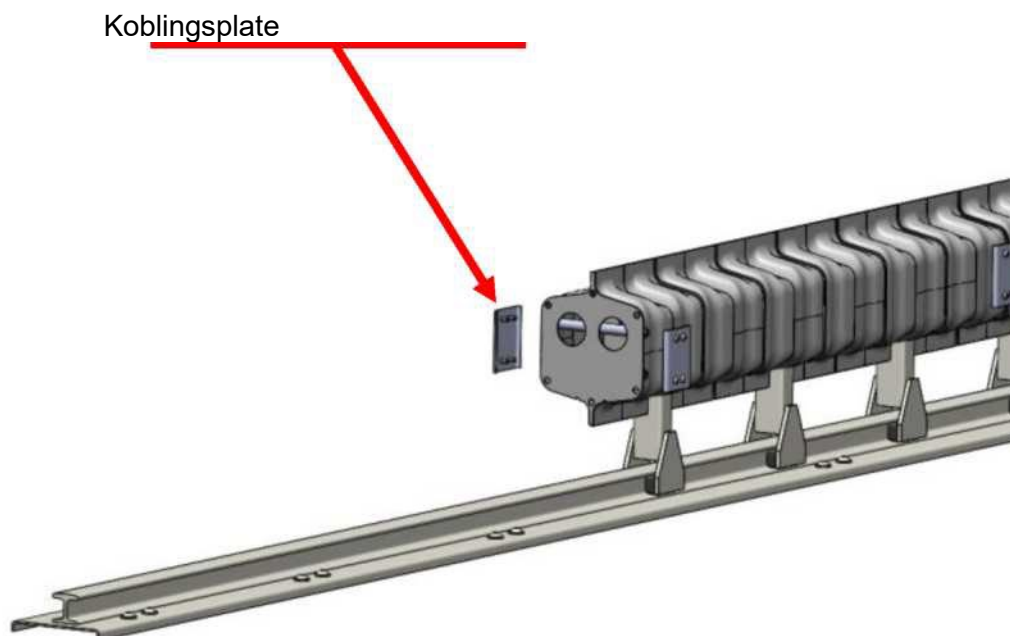

Fig. 24: Prosedyre for å fjerne modulblokk
4. Skru løs de fire M10-boltene på de to sideplatene (Fig. 24) som forbinder den bakre delen av den fremre modulblokken med den fremre delen på den neste.